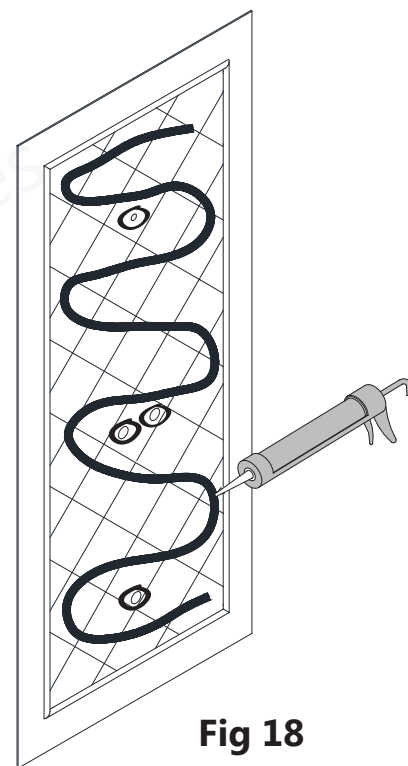

Fig 18
18. Appliquez de l'adhésif partout sur l'endos du panneau latéral (N° 01) et autour des trous de la robinetterie. **(Fig. 18)**